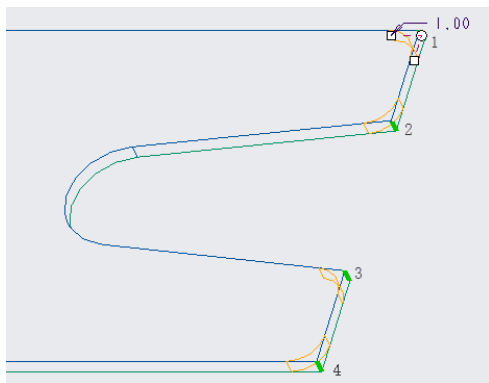

图 5-49 选择要圆角的 4 处边线
(1) 在功能区的“模型”选项卡中单击“工程”→ (倒圆角) 按钮。
(2) 在“倒圆角”选项卡中设置当前圆角集的半径值为“1”。
(3) 结合〈Ctrl〉键选择图 5-49 所示的 4 处边线。